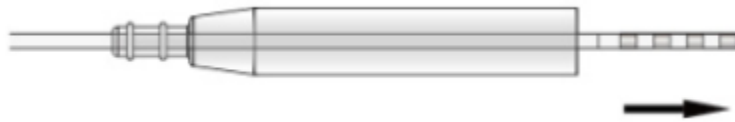

FIGURA 11: Inserte el/los electrodo/s en la/s funda/s del conector.
5. Inserte el extremo del conector de los electrodos en la (s) funda (s) del conector correspondiente (Figura 11).